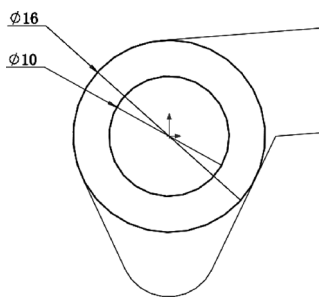

图 12-53 绘制草图
**01** 绘制草图。在左侧的“FeatureManager 设计树”中用鼠标选择“前视基准面”作为绘制图形的基准面。单击“草图”控制面板中的“圆”按钮, 绘制草图轮廓, 标注并修改尺寸, 结果如图 12-53 所示。